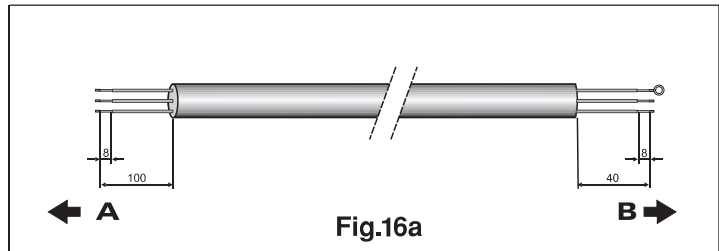

Fig.16a
3. Prepare los extremos de las manguera eléctrica de entrada de energía y la manguera de interconexión entre las unidades exterior e interior tal y como se muestra en las fig. 16a y 16b respectivamente.